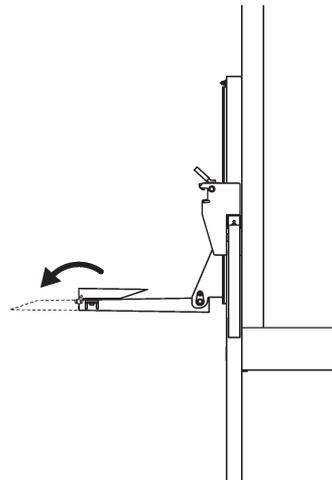

FIG. 8-2
2. Despliegue la plataforma abatible (**FIG. 8-2**).